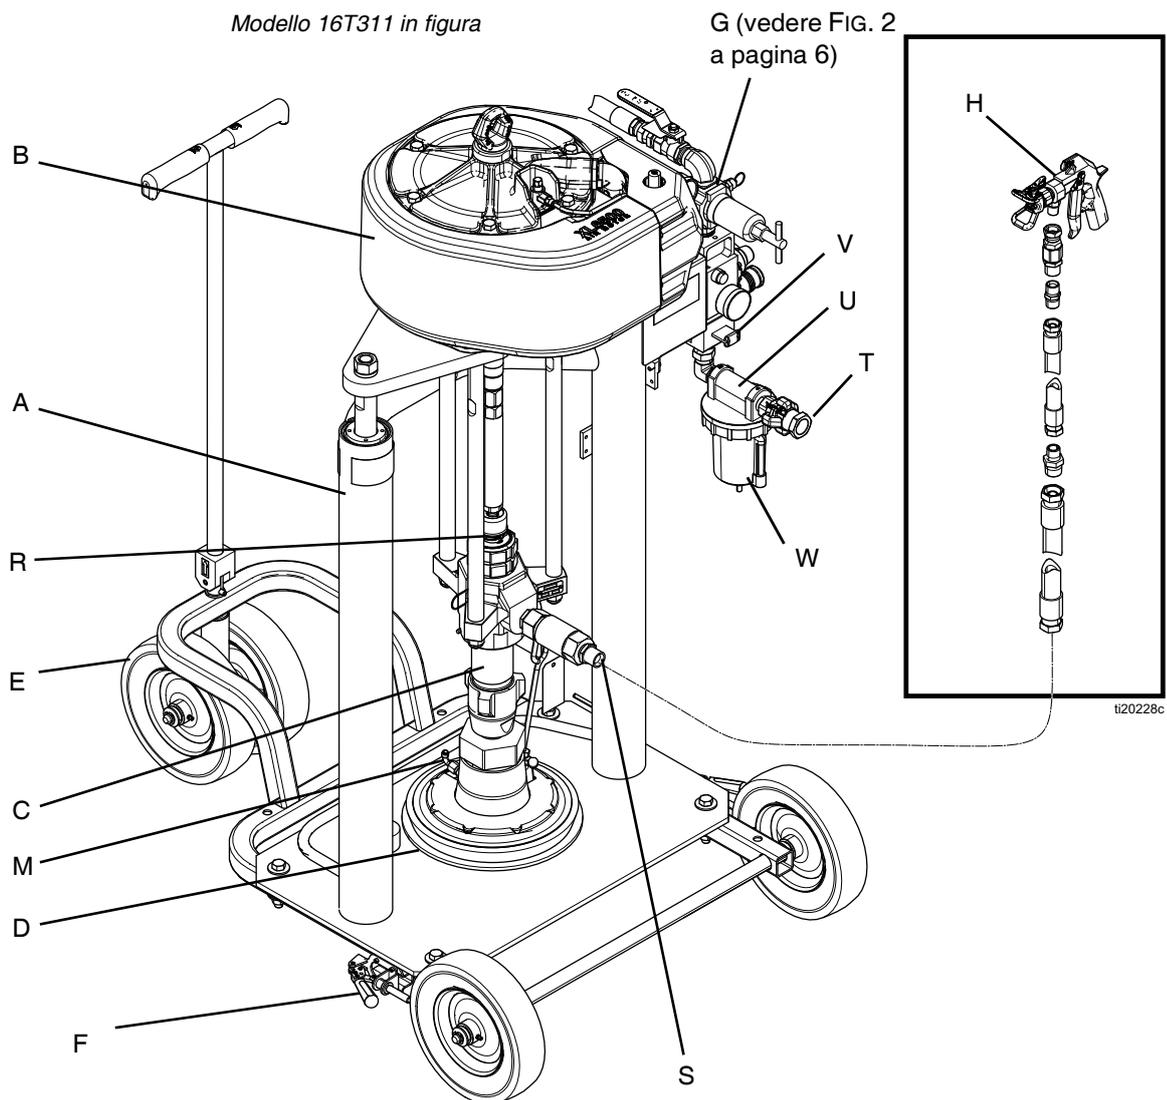

FIG. 1
Vedere FIG. 1 a pagina 5.
3. Collegare la linea dell'aria da una fonte d'aria all'ingresso dell'aria del sistema. Vedere FIG. 1. Utilizzare un flessibile di alimentazione in grado di soddisfare il flusso richiesto.